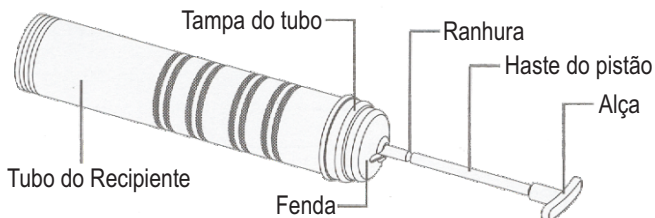

Fig. 1
1. Recue a alça totalmente até que a ranhura da haste do pistão trave na fenda na tampa do tubo. Veja a Fig. 1